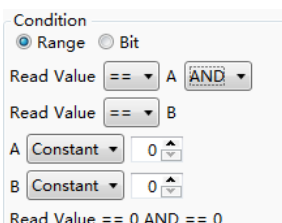

Рисунок 177 - Задание условия активации состояния
4. В данном поле задается условие активации статуса - состояние регистра (рисунок 177). При этом в качестве условия можно выбрать сравнение значения в регистре с константой или переменной.